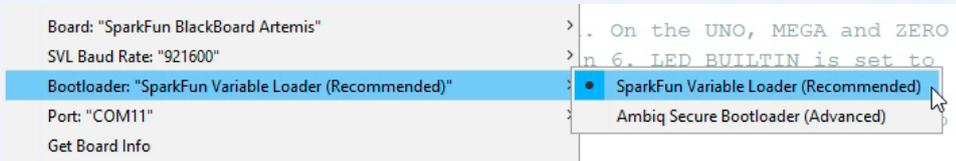

Bild 9. Wählen Sie den Ambiq Secure Bootloader nur, wenn Sie wissen, was Sie tun.
beschädigt, aber die schnelleren Upload-Fähigkeiten stehen dann nicht mehr zur Verfügung. Wir raten deshalb davon ab, den Ambiq-Secure-Bootloader für die allgemeine Arduino-Programmierung zu verwenden (**Bild 9**).
A. Sie konnten es einfach nicht lassen und haben Code mit dem Ambiq-Bootloader geladen, wie wir in **Bild 9** gezeigt haben. Das ist in Ordnung! Um Ihr Modul wieder mit dem SparkFun-SVL-Bootloader laden zu können, folgen Sie diesen Schritten: